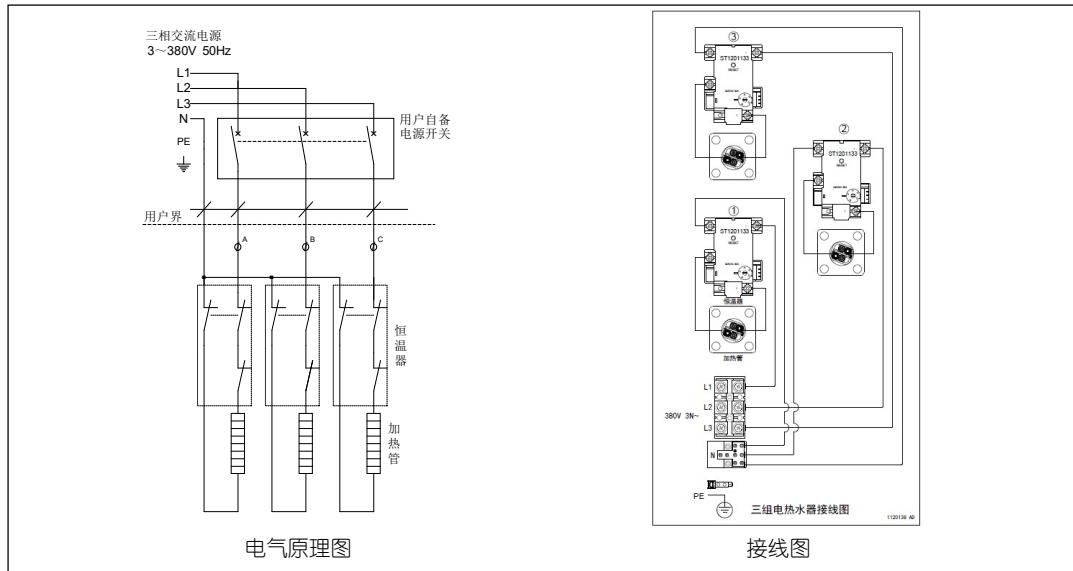

图 4 (a) 三组加热管
- ◆ 热水器设置有三组加热管，出厂时为“星形连接”，电气接线如图 4 所示。安装时需要接入的是电源线，电源线应选用优质铜芯线，其规格应根据热水器的最大功率、敷设方式、环境温度等来确定。